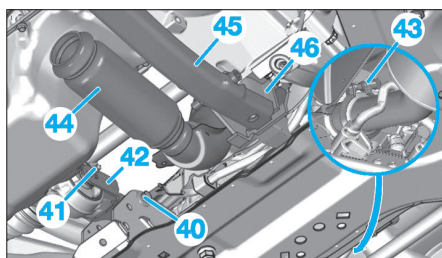

Fig. 88
- les vis de fixation de la bielle anticouple (40) et (41) (**Fig.88**),
- la bielle anticouple (42),
- le collier du flexible d'échappement (43),
- le flexible d'échappement (44),
- le renfort d'impacteur (45),
- l'impacteur (46).